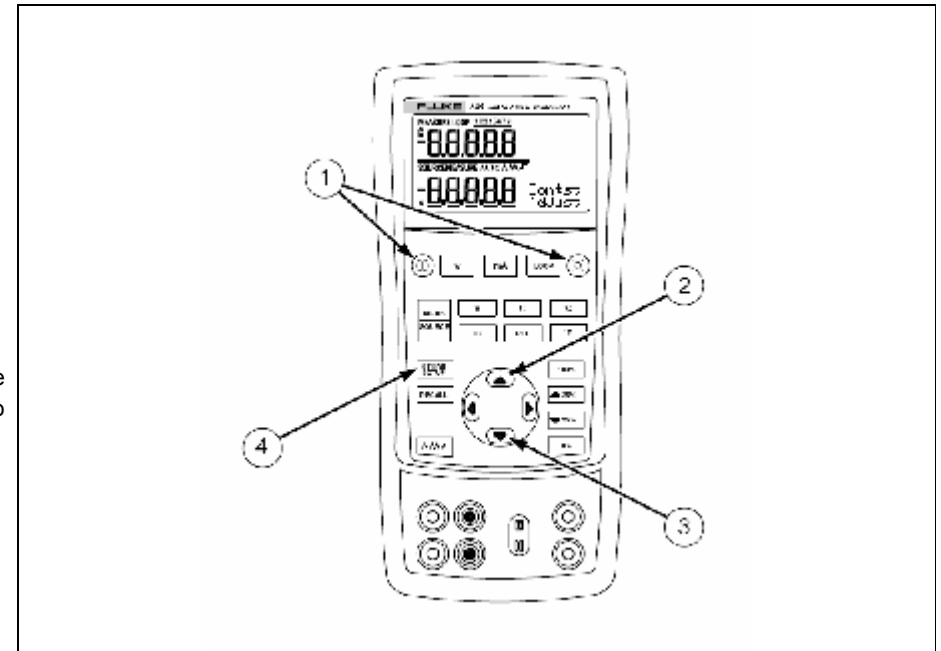

Рис. 6. Регулировка контрастности
1. Нажмите и удерживайте кнопки  и  до тех пор, пока на дисплее не появится надпись Const Adjst ("Регулировка контрастности"), как показано на рис. 6.